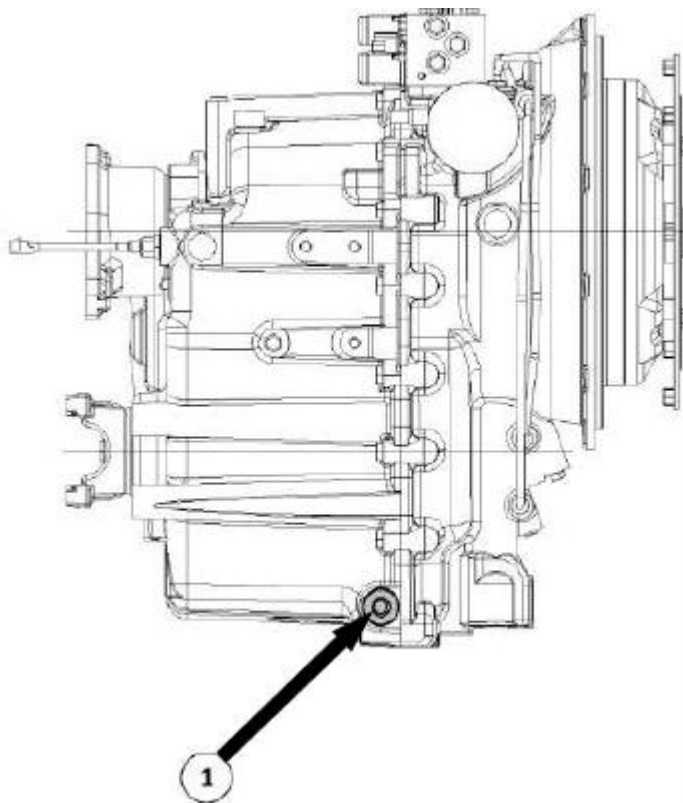

Рисунок 5.21 Заливная горловина коробки передач
- ▶ Снимите пробку 1 и крышку заливной горловины см. рис. 5.21.